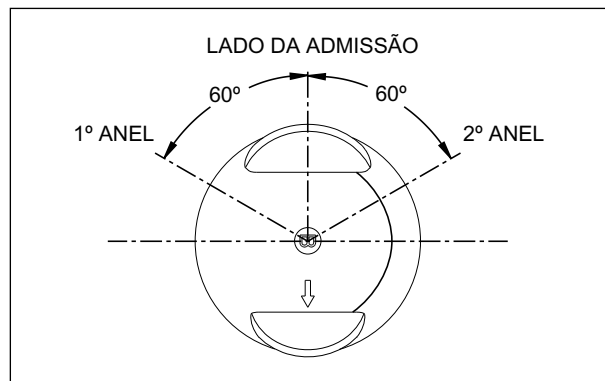

Fig. 3.102
- Monte o 2º anel no pistão, localizando a extremidade da sua folga em direção ao lado de admissão do pistão, a 60 graus, do centro para a direita. (Fig. 3.102)
- Monte o anel superior no pistão, localizando a extremidade da sua folga em direção ao lado de admissão do pistão, a 60 graus, do centro para a esquerda. (Fig. 3.102)